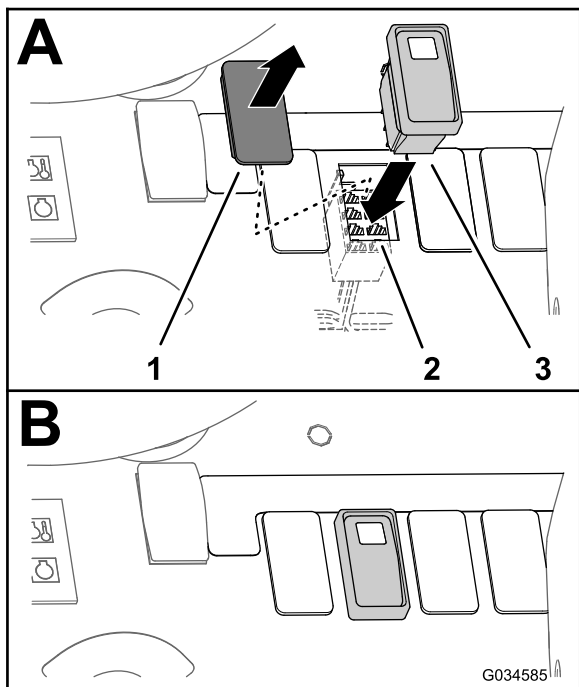
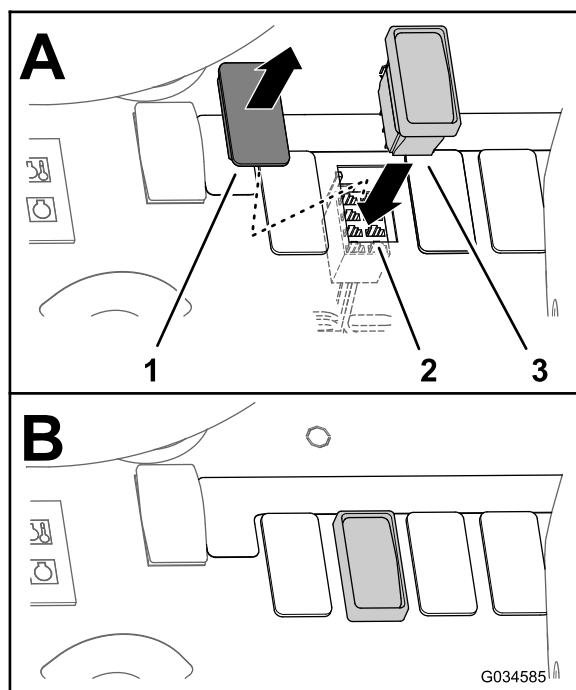

图36
图37
- 卸下仪表板上供冲洗水箱开关使用的栓塞 图37 或图36。
- 正确布置 8 插槽接头使其朝向仪表的开口图36 或图37。
- 将 3 位置开关通过仪表板接入 8 插槽接头图36 或图37。
- 将 3 位置开关插入仪表板的开口直至开关门锁牢固卡入仪表图36 和图37。